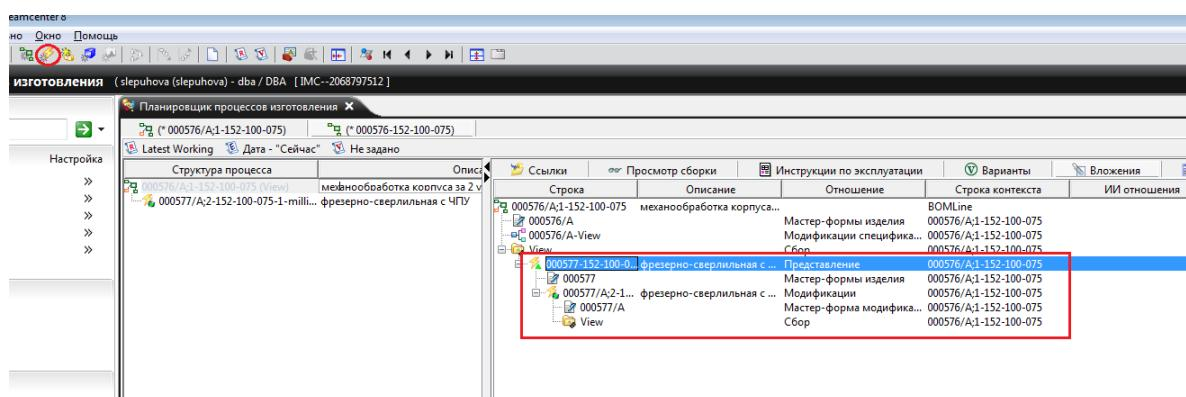

Рисунок 20 – Добавление технологической операции
- 3.** Добавьте технологическую операцию из панели инструментов функцией «Добавить операцию». См. рисунок 20.